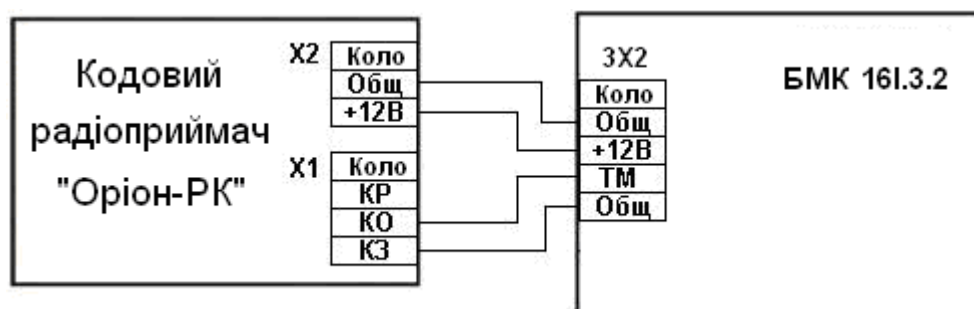

Рисунок 2 - Схема підключення кодового радіоприймача «Оріон-РК»
1.12 При необхідності керування приладом за допомогою радіокомплекту «Оріон-РК» підключити кодовий радіоприймач радіокомплекту до приладу згідно рис. 2 (поставляється по окремому замовленню). У такому випадку приладом не можна буде за допомогою ключів Touch Memory.